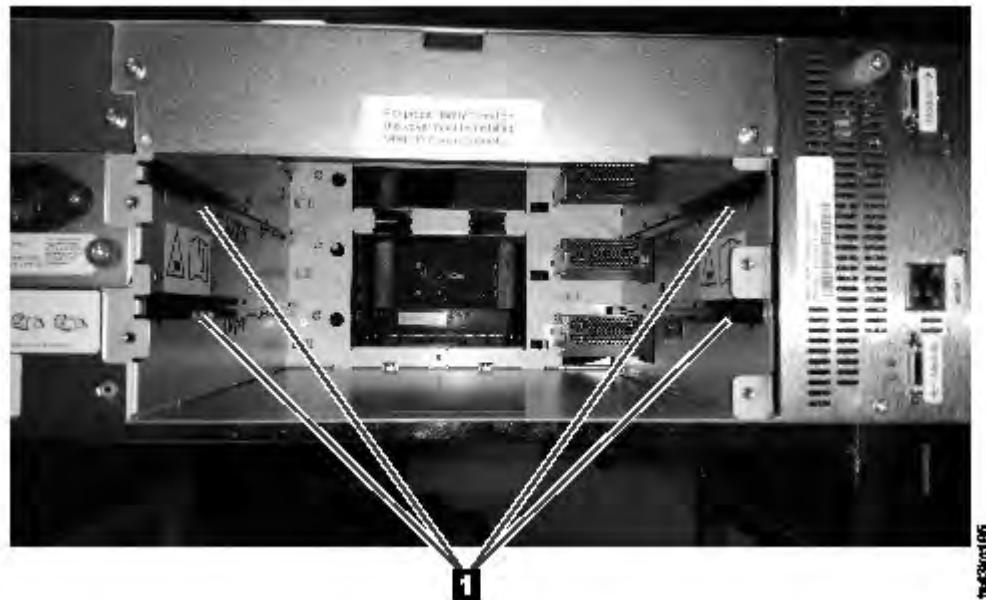

Figura 68. Binari di allineamento
2. Allineare e inserire lentamente la nuova unità nastro nel vano unità lungo i binari di allineamento (**1** in Figura 68 a pagina 162) mentre l'assieme dell'unità è supportato. L'unità nastro deve essere scaricata con il pannello posteriore della libreria.